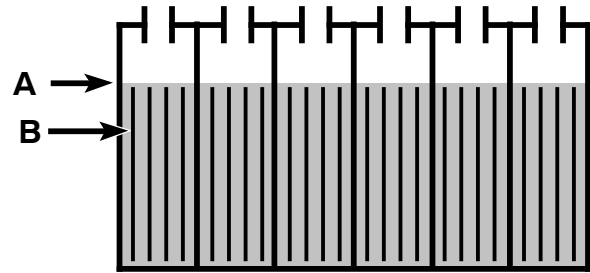

FIG. 21
Le niveau d'électrolyte (A) doit légèrement recouvrir les plaques de batteries (B). Ajoutez de l'eau distillée si nécessaire. NE REMPLISSEZ PAS TROP, le fluide va augmenter de volume et risque de déborder lors de la mise en charge. Remettez les bouchons sur les éléments, avant la mise en charge (Figure 21).